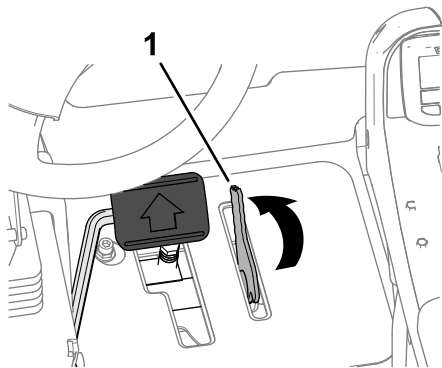

図 56
3. 足先で刈り込み速度リミッタを前方に倒して刈り込み位置にする 図 56。